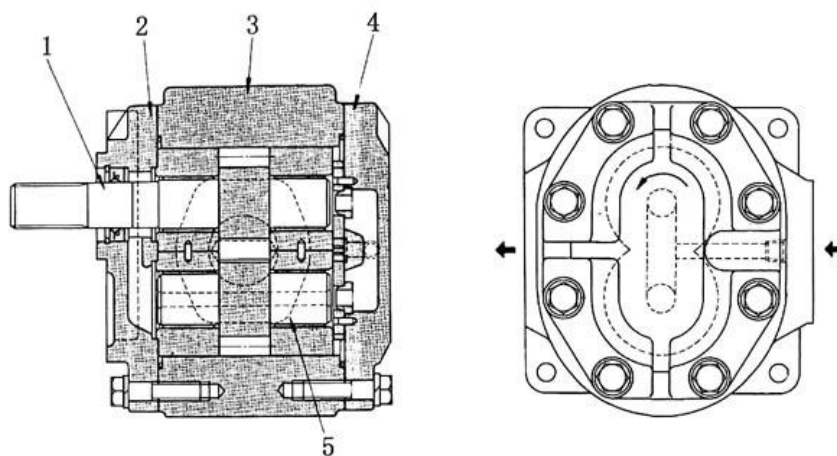

Рис. 5-58
**(1) Шестеренчатый насос (Рис. 5-58)**